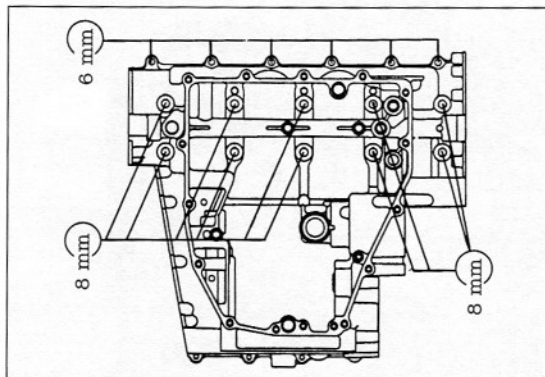

Bild 233
- Untere Kurbelgehäuseschrauben ausdrehen (Bild 233). Zuerst 6 mm-Gehäuseschrauben, dann 8 mm-Gehäuseschrauben ausdrehen.